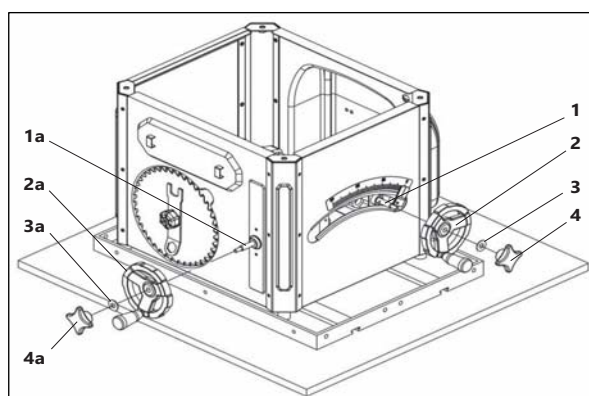

Рисунок 7.
- Корпус станка переверните и расположите на картоне на полу (рис. 7).